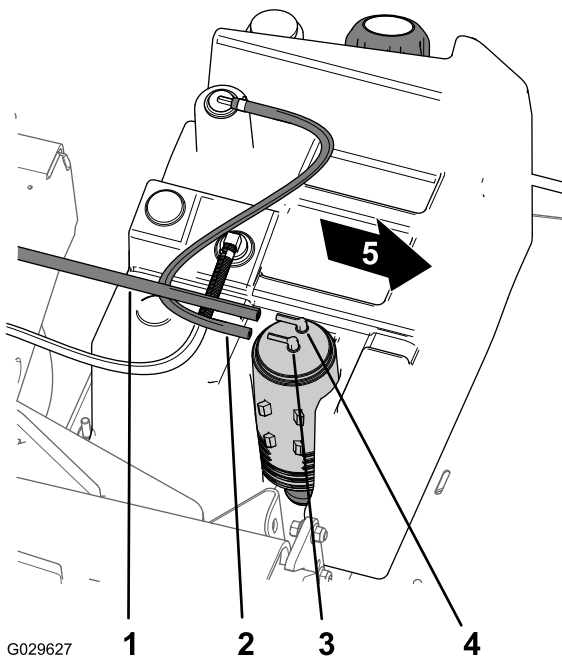

图 44
1. 从碳罐上标记为“净化”的接头上取下真空软管 图 44。
2. 从碳罐上标记为“油箱”的接头上取下燃油软管 图 44。
- 将真空软管连接到碳罐上标记为“净化”的接头上将燃油软管连接到标记为“油箱”的接头上图 44。